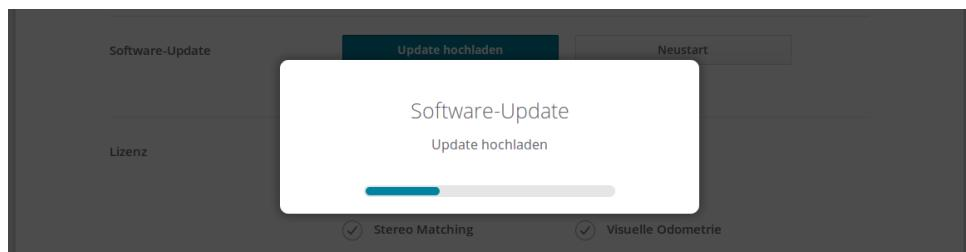
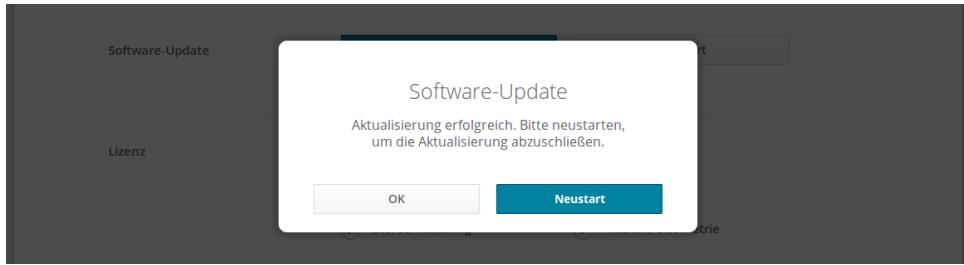

Abb. 9.2: Fortschrittsbalken für das Software-Update
Abb. 9.3: Kontextfenster zum Neustart des Software-Updates
**Bemerkung:** Je nach Netzwerkarchitektur und Konfiguration kann das Hochladen mehrere Minuten in Anspruch nehmen. Während das Update über die Web GUI läuft, zeigt ein Statusbalken (siehe Abb. 9.2) an, wie weit das Update bereits vorangeschritten ist.
**Bemerkung:** Je nach Webbrowser kann es vorkommen, dass der in Abb. 9.2 gezeigte Statusbalken den Abschluss des Updates zu früh angibt. Es empfiehlt sich, zu warten, bis sich das in Abb. 9.3 gezeigte Kontextfenster öffnet. Insgesamt ist mit einer Update-Dauer von mindestens fünf Minuten zu rechnen.
Nachdem die neue Firmware über die Web GUI hochgeladen wurde, öffnet sich das in Abb. 9.3 gezeigte Kontextfenster, in dem der Benutzer aufgefordert wird, das Gerät sofort neu zu starten oder aber den Neustart zu verschieben. Soll der *rc\_visard* zu einem späteren Zeitpunkt neu gestartet werden, kann dies über die Schaltfläche *Neustart* auf der Web GUI-Seite *System* vorgenommen werden.